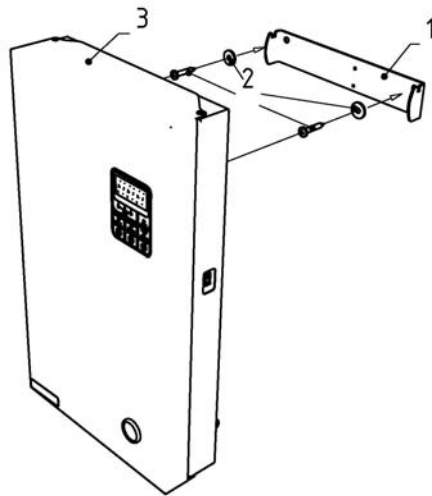

Рис. 7 Монтаж котла на стену
- ✓ Произвести разметку и установить кронштейн (1) (Рис. 7) на поверхности стены в горизонтальном положении. Крепеж (2) подбирается исходя из материала стен.
- ✓ Закрепить прибор (3) на кронштейне (1). Проверить что между прибором и стеной остался зазор обеспечивающий естественную циркуляцию воздуха в приборе.